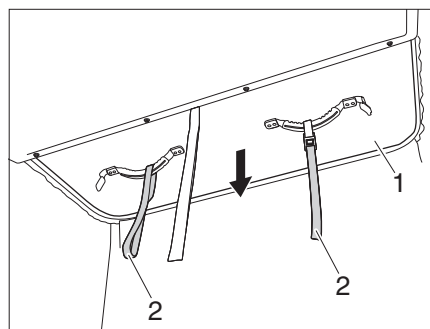

Figura 25 Tirar el techo elevable hacia abajo
- Tire del techo elevable (Figura 25,1) con vista hacia la parte posterior de los tiradores (Figura 25,2) **lentamente** y observe si el fuelle de tela cae debidamente hacia dentro.